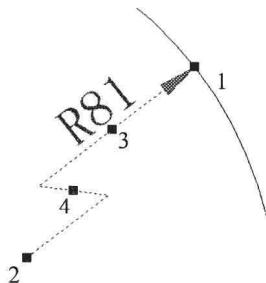
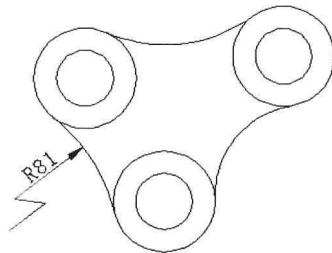

图 7-3-9
图 7-3-10
(1) 选择菜单命令“标注/折弯”，命令行提示“选择圆弧或圆”，单击圆弧；命令行提示“指定图示中心位置”，单击第2点，假设该点为新圆心。
(2) 命令行提示“指定尺寸线位置或 [多行文字(M)/文字(T)/角度(A)]”，单击第3点，指定尺寸线角度和标注文字位置的点。
(3) 命令行提示“指定折弯位置”，单击第4点，确定标注折弯位置，4个点的位置如图7-3-9所示。标注的效果如图7-3-10所示。